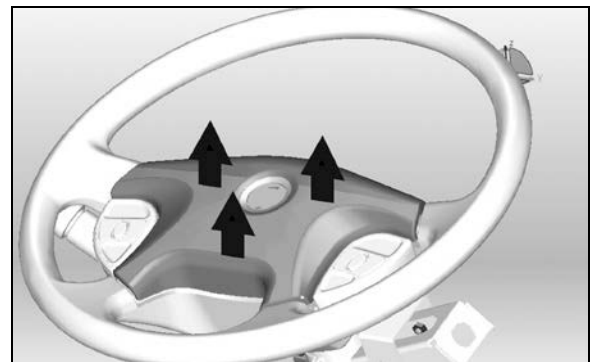

FIGURE 11 : ENLÈVEMENT DU COUSSIN DU KLAXON
2. Tirer prudemment en ligne droite sur le coussin du klaxon pour le détacher du volant de direction (Figure 11).